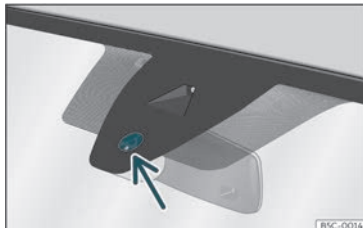

Fig. 92 Superfície sensível do sensor de chuva.
As possíveis causas de anomalias e interpretações erróneas *na zona da superfície sensível* »» Fig. 92 do sensor de chuva são, entre outras:
- Limpe regularmente a superfície sensível do sensor de chuva »» Fig. 92 (seta) e verifique possíveis danos nas escovas.